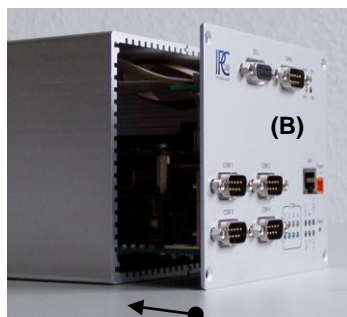

Abb. 2.5.8
3. Die Leiterplatteneinheit wird lagerichtig in das Gehäuse eingeschoben (Feder der Klammer auf der Gehäuserückseite zeigt nach oben) und an der Frontplatte mit den 4 Schrauben befestigt (Abb. 2.5.8 und 2.5.9).